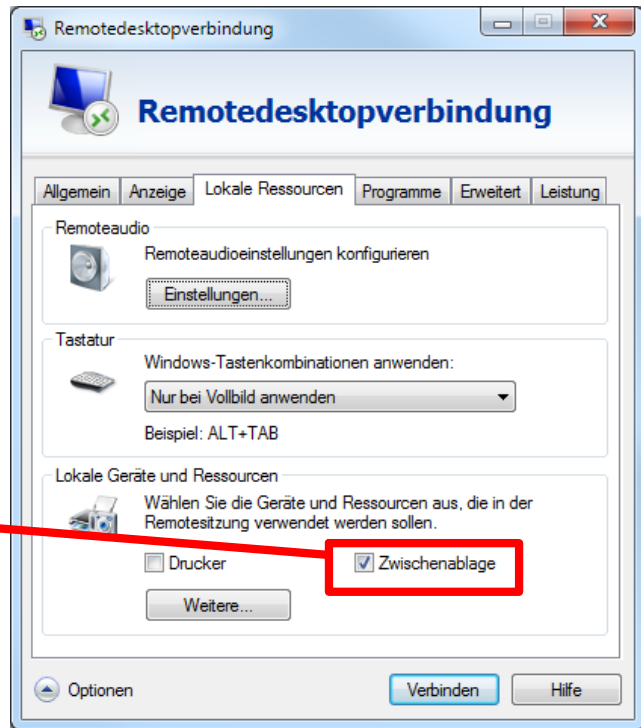

Abb. 7.11 Register **Lokale Ressourcen** der
1. Gehen Sie auf das Register **Lokale Ressourcen** und aktivieren Sie z. B. **Zwischenablage** und oder **Drucker** (Abb. 7.11).